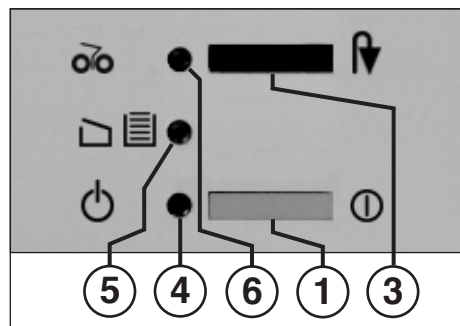

Fig. 1
3 = Pulsador „retroceso“ (fig. 1)
„Disponibilidad de servicio“ (fig. 1)
5 = Indicación de control (fig. 1)
„Acumulación de papel“ (fig. 1)
- Conectar la máquina mediante el pulsador (1) (fig. 1). Se ilumina la indicación de control (4) (fig. 1).
Cuando la bolsa recogedora está llena, la máquina se desconecta. La indicación de control “Bolsa recogedora llena” (5) (Fig. 1) se enciende. Vacíe la bolsa recogedora como sigue:
- Introduzca el marco deslizante junto con la bolsa recogedora y cierre la puerta. El indicador de control (5) (Fig. 1) se apaga.